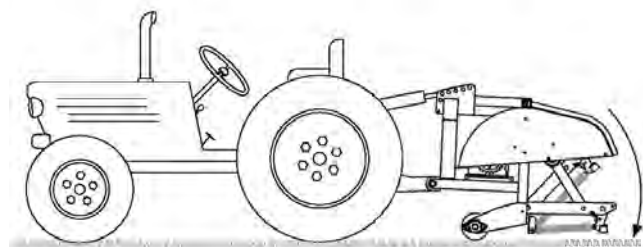

図 11
4. エアレータを床に降ろし、上リンクの油圧シリンダまたは上リンクを一杯に伸ばす（図 11）。